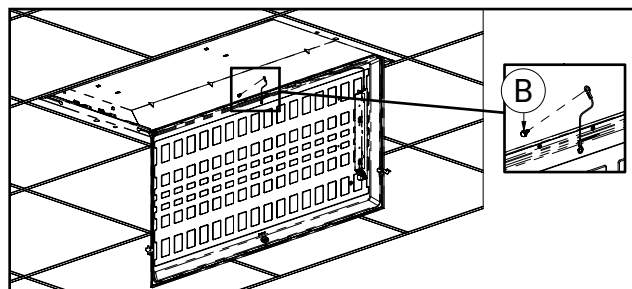

Figure 9.
9. Un fil de mise à la masse est préinstallé sur le panneau DEL (C). À l'aide de la vis auto-perceuse fournie, fixez la cosse à anneau (située à l'extrémité libre du fil de mise à la masse) au boîtier du chemin lumineux encastré d'origine (fig. 9).